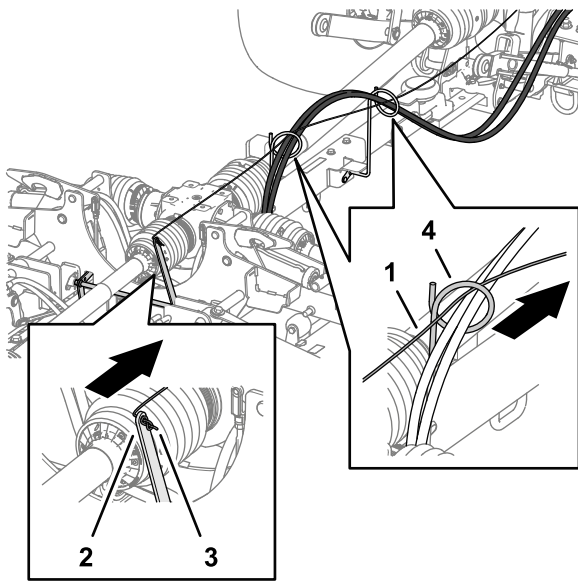

**Bild 11**
1. Führen Sie das Ende des Sicherungsseils des Mähwerks durch das Loch im Sperrhebel und kneten Sie das Seil gut fest (**Bild 11**).